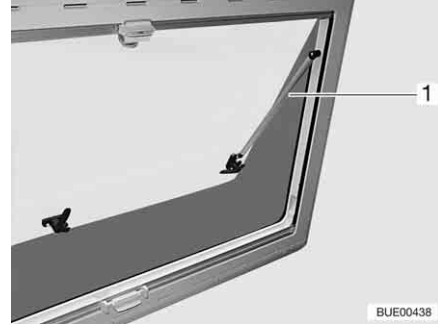

Bild 68 Ausstellfenster mit Automatik-Aussteller
- Das Ausstellfenster bis zur gewünschten Raststellung öffnen. Der Automatik-Aussteller (Bild 68,1) rastet selbstständig ein.